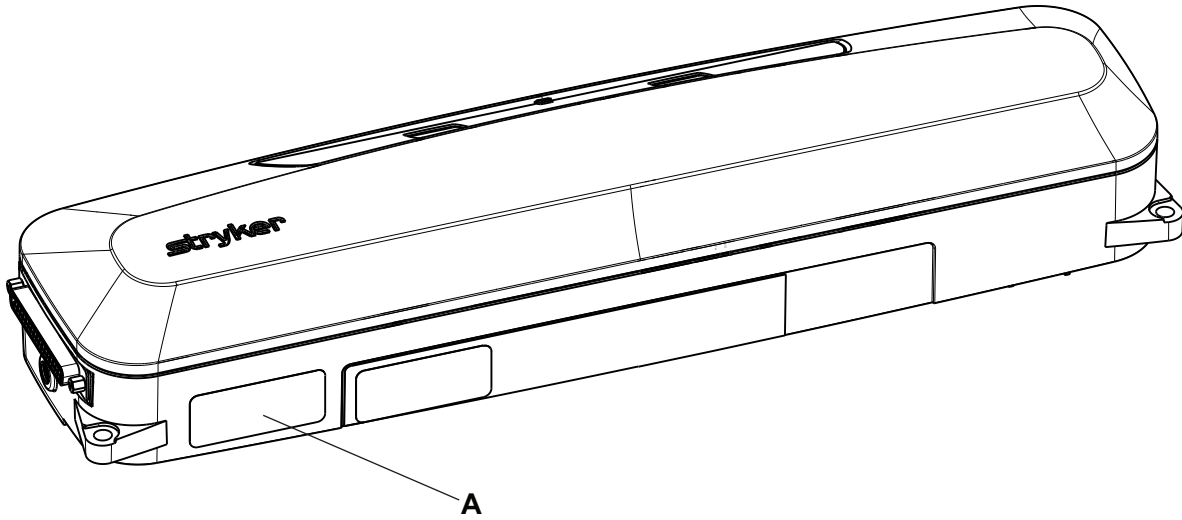

图 1 – Stryker 序列号和 BBID 位置
Stryker 序列号和床位标识号 (BBID) 签条 (A) 位于产品底部 (图 1)。